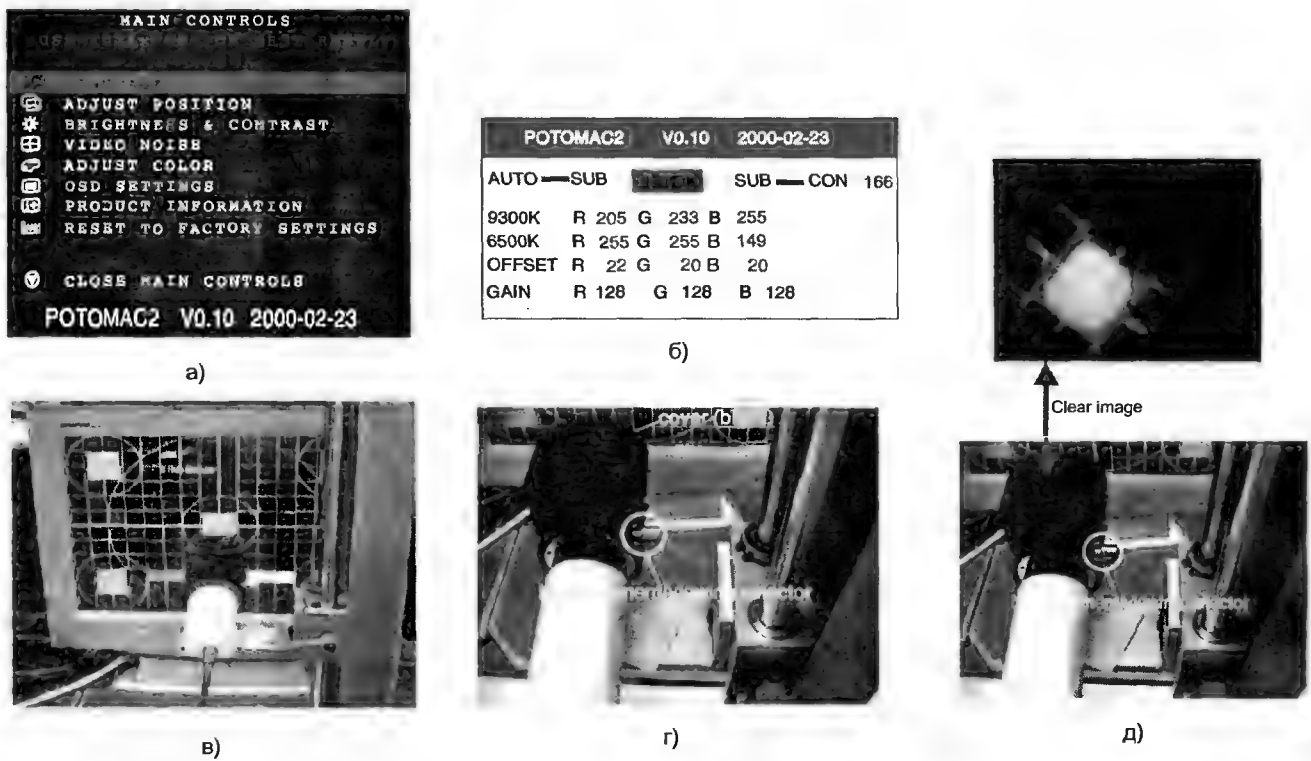

Рис. 8.14
Для перевода монитора в режим заводских регулировок вначале его выключают кнопкой ON/OFF (компьютер, которому он подключен, не выключают), затем одновременно нажимают кнопки OK, AUTO и ON/OFF на передней панели. После включения монитора включился, нажимают кнопку OK для отображения меню заводских регулировок (рис. 8.14а). Кнопкой ▼ на передней панели выбирают строку «POTOMAC2 V0.10 2000-02-23» и нажимают кнопку OK. На экране должно появиться меню согласно рис. 8.14б.
1. Подают на вход монитора тестовый сигнал (рис. 8.14в), включают монитор и устанавливают режим работы 1024 × 768, частота кадров 60 Гц, строк — 48,363 кГц.
2. Устанавливают датчик цветового анализатора CA-A30 в соответствии с инструкцией к прибору (рис. 8.14г), снимают с него защитную крышку и переключают прибор в режим измерений.
7. Перемещают линзу регулировки бочкообразных искажений вперед и назад до получения контрастного изображения (рис. рис. 8.14д) и переключают датчик анализатора в режим «Измерение».
8. Подают на вход монитора сигнал белого поля и, когда выбрана строка «POTOMAC2 V0.10 2000-02-23», нажимают кнопку ОК (рис. рис. 8.14а).
9. Выбирают строку 9300K RGB (рис. рис. 8.14б) и регулируют значения R, G и B, добиваясь показаний анализатора: $x = 0,281 \pm 0,005$; $y = 0,311 \pm 0,005$; $Y \geq 180$ nits.